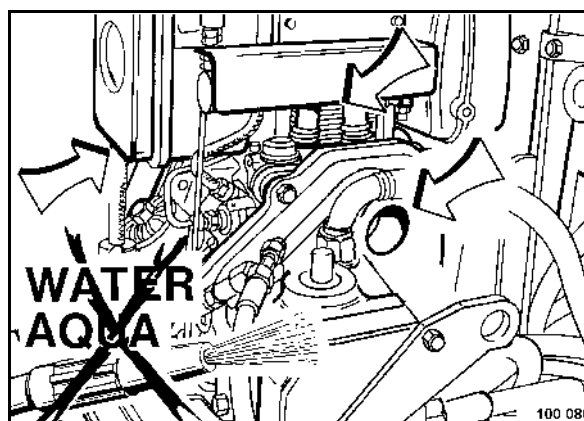

fig. 64
- Eliminer la crasse sèche au moyen d'une brosse appropriée à toutes les ailettes de refroidissement, détacher les orifices d'admission d'air de refroidissement et nettoyer à l'air comprimé (fig. 64).